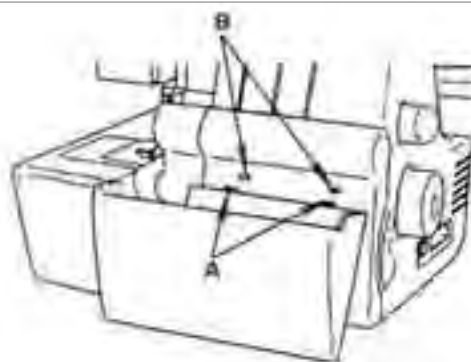

Abb.6
- Schieben Sie zuerst die beiden Arretierungen (A) in die Aufnahme Löcher (B) (Abb. 6).